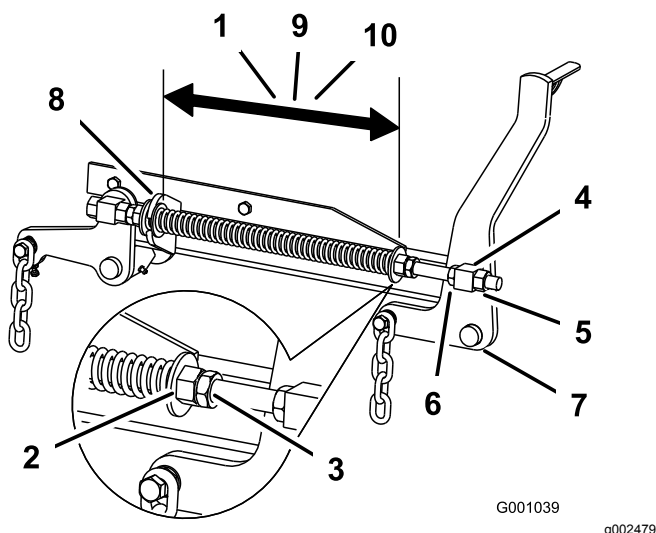

Figura 107
de corte de 152 cm o de 29,2 cm para carcasas de corte de 183 cm (Figura 107).
- Ajuste esta distancia aflojando la contratuerca elástica y girando la tuerca que está delante de cada muelle (Figura 107).
- Fije la tuerca en la posición deseada apretando la contratuerca elástica (Figura 107).